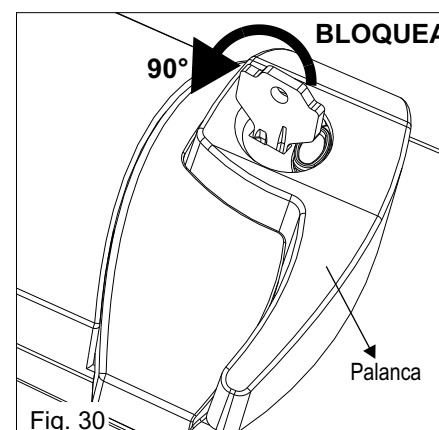

Fig. 30
- 1) Rodear la palanca en sentido horario y al final rodear la llave de 90° en sentido anti-horario (fig.30);